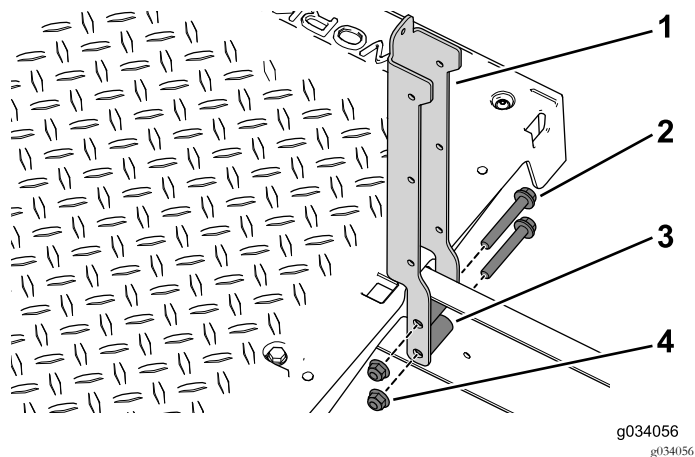

図 93
2. 左右の座席サポートを車両に固定するフランジボルト3/8 x 2-1/2 インチ4本、スペーサ、フランジナットを使う 図 93。